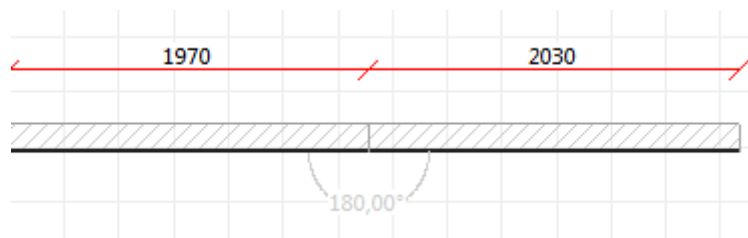

Figura 4.0: Spezza parete
- ✧ Spezza: consente di spezzare la parete corrente in due parti nel punto dove è stato cliccato, figura 4.0;